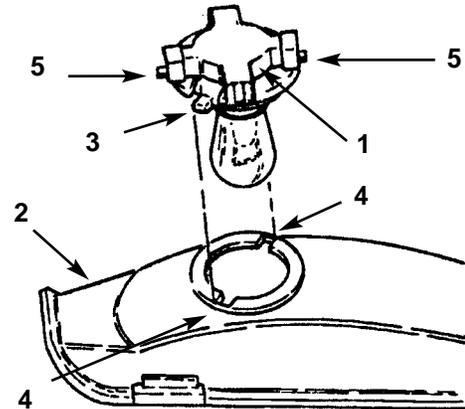

Bild 17
3. Die Birnenfassung um 1/4 Umdrehung im Gegenuhrzeigersinn drehen und aus dem Reflektor entfernen (Bild 17).
2. Die Birnenfassung hat zwei Nasen (Bild 17). Diese mit den Auskerbungen im Reflektor abstimmen, die Birnenfassung in den Reflektor einführen und 1/4 Umdrehung im Uhrzeigersinn bis zum Anschlag drehen.